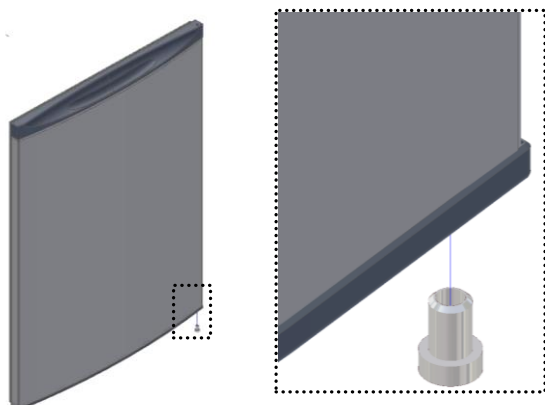

Fig. 7
- Colocar o **casquilho** na parte inferior das portas (Fig. 7);